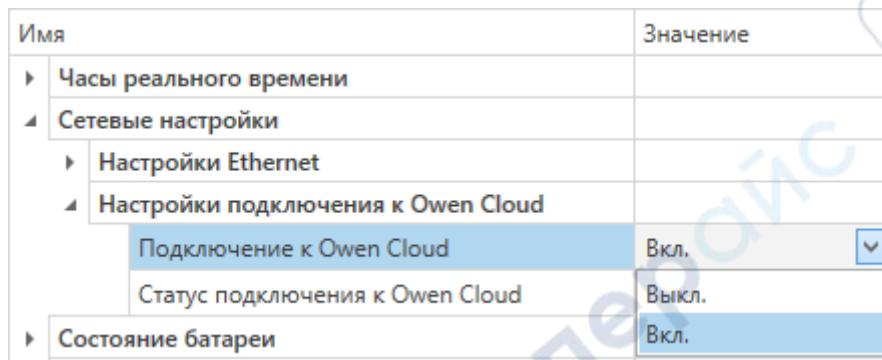

Рисунок 7.3 – Настройка автоматического подключения к облачному сервису
- Задать значение **Вкл.** в параметре **Подключение к OwenCloud** (рисунок 7.3).